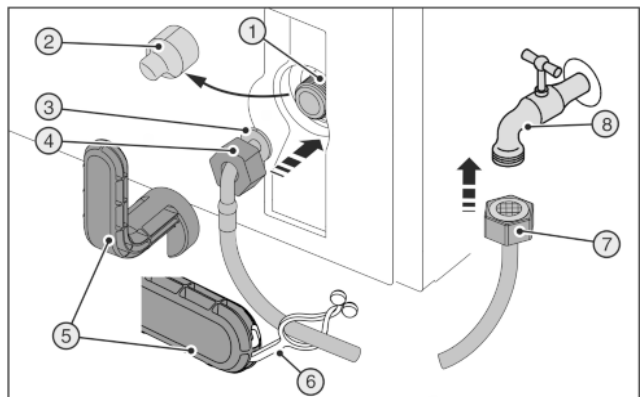
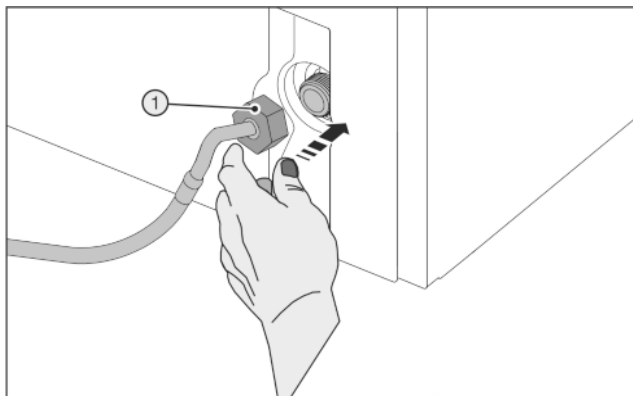

Fig. 45
Fig. 46
Сломанный вспомогательный инструмент Fig. 45 (5)!
- ▶ Вспомогательный инструмент Fig. 45 (5) использовать только при комнатной температуре.
- ▶ Снять крышку Fig. 45 (2).
- ▶ Облегченный монтаж: Выложить прямой конец шланга Fig. 45 (7) влево на землю.
- ▶ До конца сдвинуть гайку Fig. 45 (4) через конец шланга в виде угла Fig. 45 (3) и удерживать.
► Осторожно одеть гайку Fig. 46 (1) и накрутить на резьбу двумя пальцами до обеспечения надежной посадки.
► Затяните гайку Fig. 46 (1) с помощью вспомогательного инструмента Fig. 45 (5) по часовой стрелке, пока не будет достигнут максимальный момент затяжки и вспомогательный инструмент Fig. 45 (5) начнет прокручиваться.
► Навинтите гайку Fig. 45 (7) на запорный кран Fig. 45 (8).
► Затяните гайку Fig. 45 (7) с помощью вспомогательного инструмента Fig. 45 (5) по часовой стрелке, пока не будет достигнут максимальный момент затяжки и вспомогательный инструмент Fig. 45 (5) начнет прокручиваться.
► Откройте запорный кран Fig. 45 (8) системы подвода воды и проверьте герметичность всей водяной системы.
► Зацепить накладку Fig. 45 (6) в вспомогательном инструменте Fig. 45 (5) и для хранения закрепить на шланге из высококачественной стали.